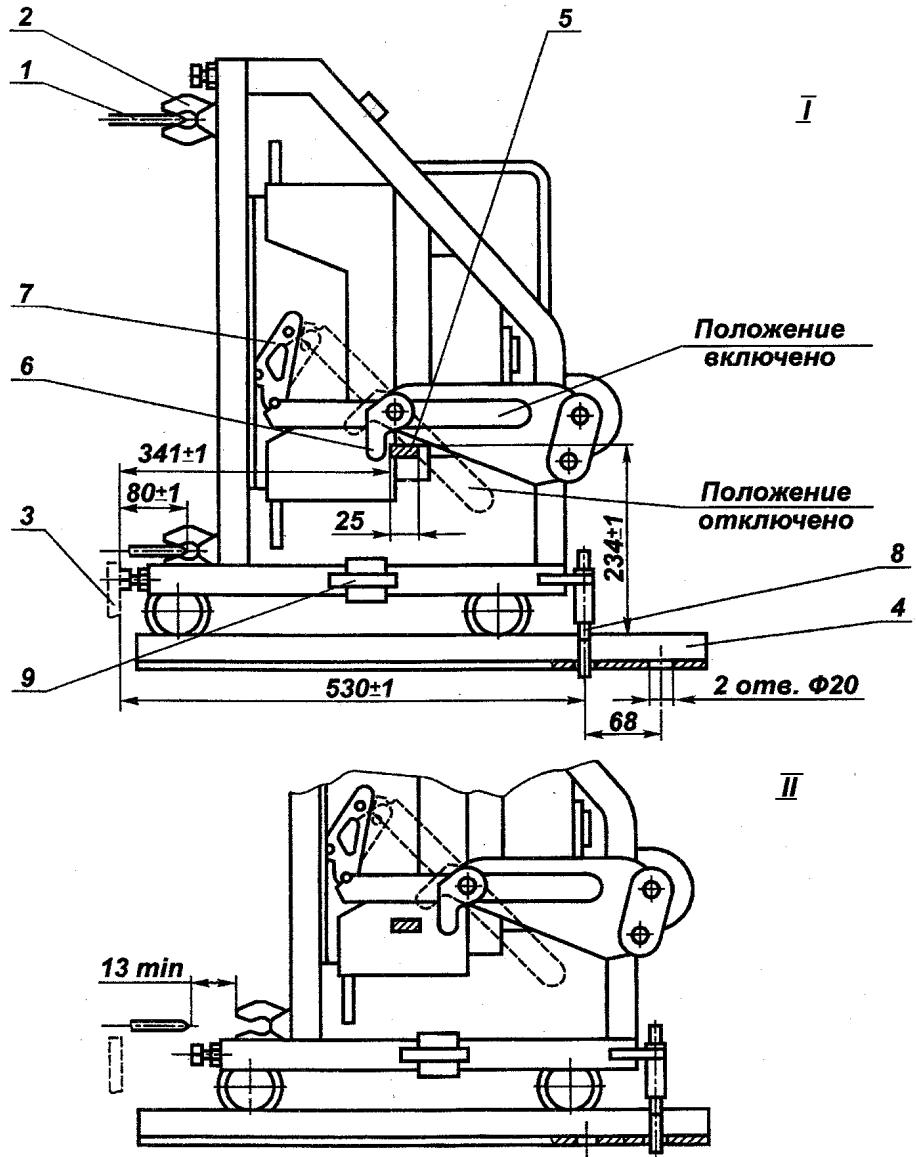

Рис. 13. Выключатель выдвижного исполнения.
- установить выключатель на рельсы в ячейку распределительного устройства и вкатить при помощи вкатного устройства (рис. 12) до упоров. При вкатывании необходимо ролики 6 выключателя вручную довести до касания с опорными скобами 3 ячейки. После этого вращать рукояткой 5 диск 9 с валом на себя, переставляя рукоятку в отверстиях до момента фиксации его фиксаторами и захода пальца 7 в паз скобы 1. При вкатывании убедиться, что оси симметрии главных врубных контактов и шин врубных контактов распределительного устройства совпадают по вертикали и по горизонтали и проверить, чтобы не было смещения врубных контактов выключателя с шинами распределительного устройства. Проверить соответствие величины захода врубных контактов на шины распределительного устройства с требованиями настоящей инструкции (рис. 13) при фиксации выключателя в рабочем положении.
- включить выключатель (без тока в главной цепи) и проверить блокировку от выкатывания выключателя во включенном положении (рис. 13). При этом врубные контакты не должны сходить с ровных площадок шин распределительного устройства;
- отключить выключатель, зафиксировать рычаг блокировки в положении "отключено" и выкатить выключатель в контрольное положение. Для выкатывания выключателя необходимо скобу 1 (рис. 12) оттянуть вверх и рукоятку 5 вращать от себя до тех пор, пока шип 7 не упрется в упор 8. После этого выключатель вручную выкатить до момента фиксации его фиксаторами в отверстиях рельса (рис. 13);
- включить выключатель и проверить блокировку от вкатывания выключателя во включенном положении (рис. 13). Расстояние между врубными контактами выключателя и шинами распределительного устройства должно быть не менее 13 мм при касании рычага блокировки упора в ячейке распределительного устройства;
7. Выдвижной выключатель вкатить в рабочее положение и зафиксировать его при помощи специального устройства (рис. 13).